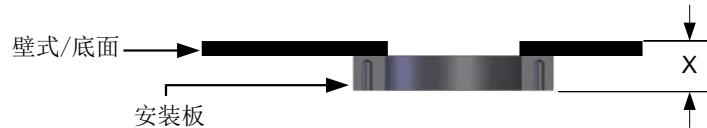

图19：测量插入深度
- 一旦安装板已焊接到适当尺寸的孔上方，应测量安装板的外壁面到内壁（x）的距离（图 19）。